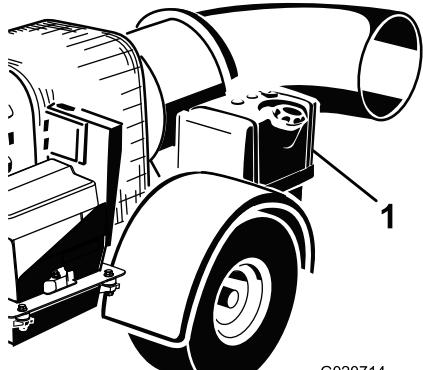

図 12
- 燃料タンクのキャップの周囲をきれいに拭いてからキャップを取り（図 12）。